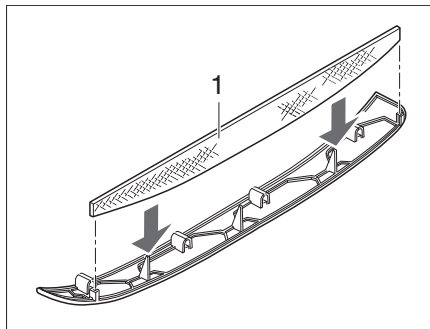
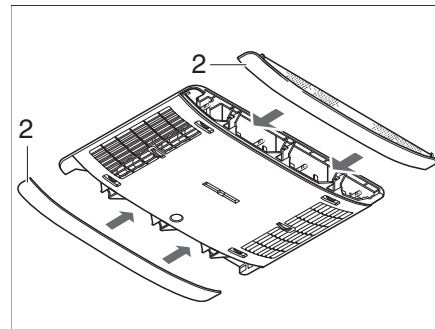

Bild 366 Luddfilter klimatanläggning
Bild 367 Paneler klimatanläggning
I panelerna (Bild 367,2) på sidorna finns två luddfilter. Luddfiltren måste rengöras regelbundet, dock minst var 6:e månad, och vid behov ska de bytas.
- Dra av panelerna (Bild 367,2) från luftspridaren och rengör luddfiltret (Bild 366,1) eller byt det vid behov.